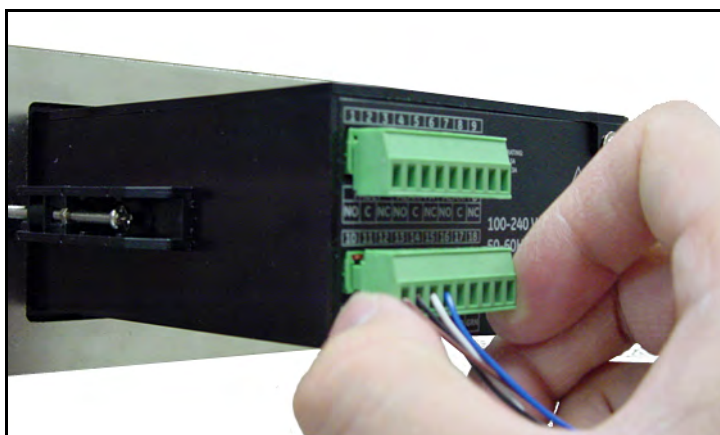

Figura 29: Reinserir o conector no bloco terminal
4. Reinsira o conector do bloco terminal inferior na parte posterior do dew.IQ (veja *Figura 29* abaixo).